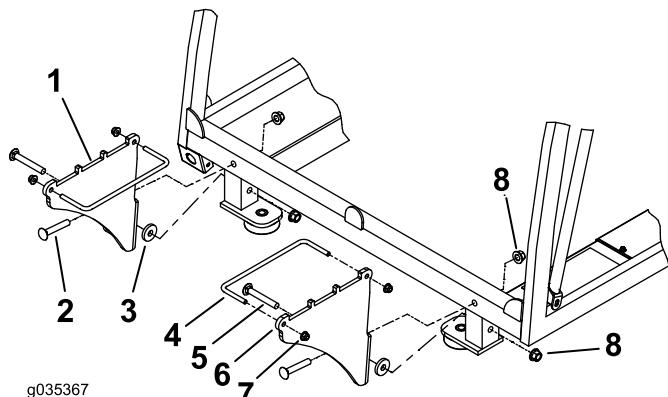

Рисунок 4
2. Установите кронштейны грузов, как показано на Рисунок 4.